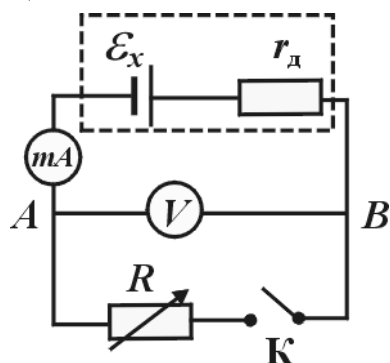

Рис. 3.32
Описание установки и метода. Для выполнения работы собирают схему согласно рис. 3.32. В качестве источника тока используется аккумулятор. Ток в цепи изменяется с помощью магазина сопротивлений Р-33 и измеряется миллиамперметром, который рассчитан на номинальный ток 50 мА.
Поскольку внутреннее сопротивление аккумулятора мало по сравнению с сопротивлением контактов и соединительных проводов, то для выполнения условия $r > R$ последовательно с источником тока включено дополнительное сопротивление. Это сопротивление вместе с сопротивлением миллиамперметра (рис. 3.32) образуют эквивалентное внутреннее сопротивление источника.
Точки A и B (рис. 3.32) можно рассматривать как зажимы источника тока. Тогда участок цепи, расположенный ниже этих точек, образует внешнюю цепь исследуемого источника.
1. Подготовьте электронный цифровой прибор М890G для измерения напряжения до 2 В и прибор Щ4313 для измерения тока до 50 мА. Соберите схему в соответствии с рис. 3.32.